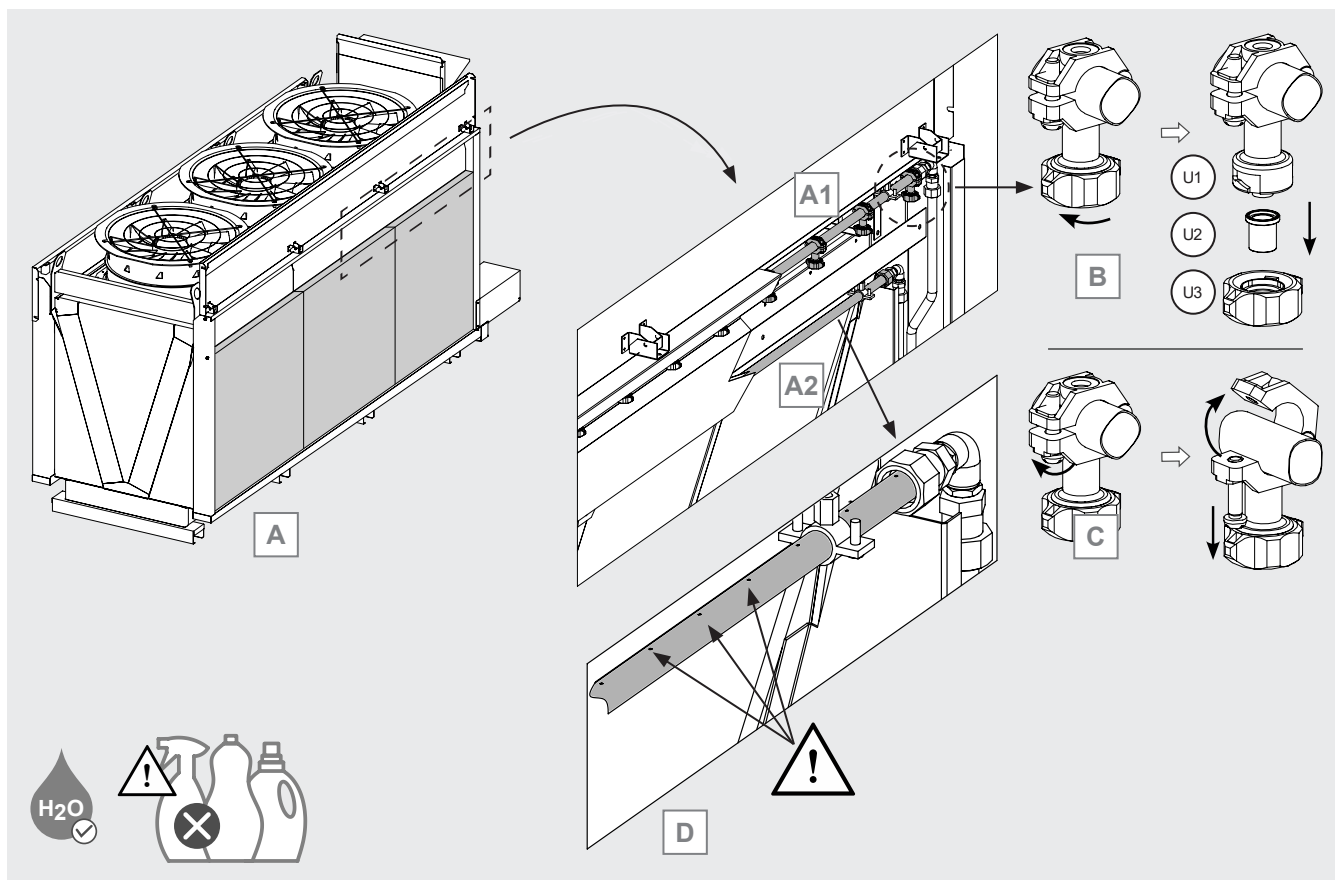

Figura 24
- 12.12.5 Localice las líneas de distribución de agua del sistema adiabático. Observe la Figura 24 A: la línea (A1), mediante una hilera de boquillas, distribuye el agua al panel exterior. La línea (A2), mediante un tubo perforado, distribuye el agua en el panel interior.
- 12.12.6 Obsérvese la Figura 24 B. Cada tobera de la línea (A1) consta de 3 partes: n. 1 cuerpo de tobera (U1), n. 1 tobera (U2) que determina el tipo de chorro y el caudal de agua, n. 1 tuerca (U3) que sujeta la tobera.
- 12.12.7 Véase la Figura 24 B. En el caso de boquillas obstruidas, es posible sustituir la boquilla sin cambiar toda la boquilla: desenrosque la tuerca y retire la boquilla. Existen 3 tipos de boquillas que corresponden a 3 rendimientos diferentes: cada una está marcada por un color, morado (lilac), negro (black) y naranja (orange). Sustituya las boquillas por otras nuevas de la misma marca y color. En caso de duda, póngase en contacto con Modine.
- 12.12.8 Observe la Figura 24 C. En el caso de boquillas dañadas, desenrosque el tornillo y abra el acoplamiento rápido. Retire la boquilla. Si la boquilla está dañada, sustitúyala completamente, incluida la boquilla.
12.12.10 Observe la Figura 24 D. Compruebe que todos los orificios del tubo de distribución (A2) están perfectamente limpios. Elimine los restos de cal con un paño húmedo. No utilice detergentes ni sustancias agresivas.